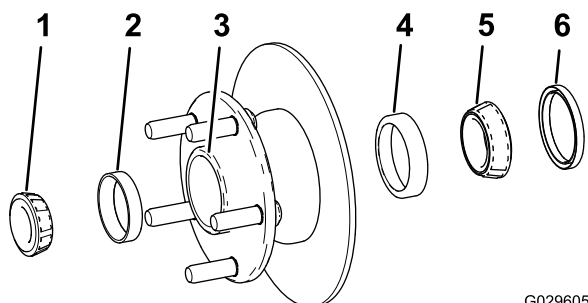

図 32
1. ハブから外側のベアリングとベアリングレースを取る 図 32。
2. ハブから、シール、内側のベアリングとベアリングレースを取る 図 32。
5. ハブについているグリス、ごみなどをきれいに取り除く 図 32。
7. ハブに、内側のベアリングレースと外側のベアリングレースを取り付ける 図 32。
8. キャビティの5080程度にグリスを詰める 図 32。
9. ハブの内側に内側ベアリングを取り付け、シールをはめる 図 32。